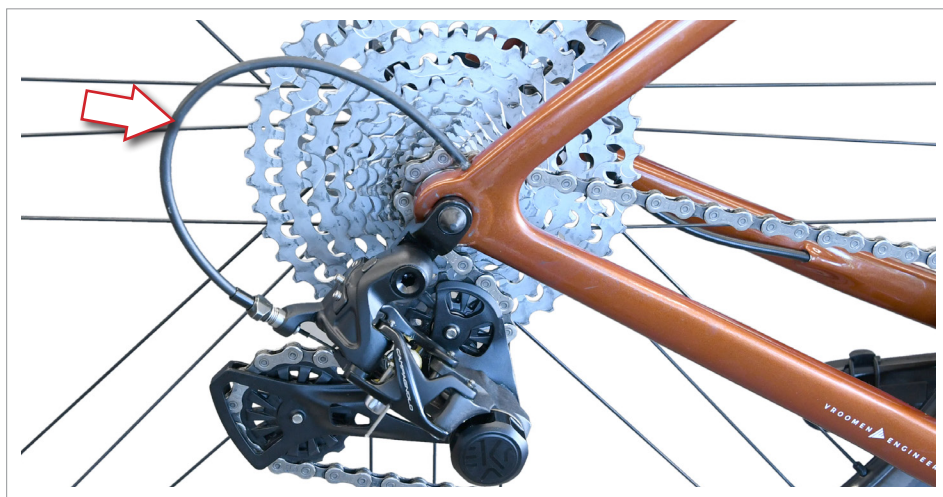

Fig.13
• Qualora il cavo fosse danneggiato, sostituitelo prima di utilizzare la bicicletta. Se la guaina è troppo corta, ne risentirà la funzionalità della cambiata (Fig. 13).